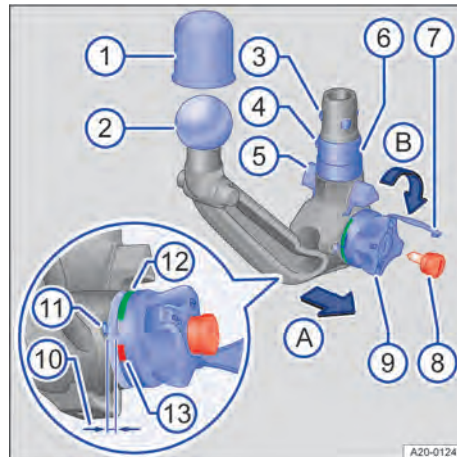

Abb. 167 Übersicht: Abnehmbare Anhängerkupplung.
4. Prüfen, ob die Aufnahme, das Handrad → Abb. 167 ⑨, der Schaft ⑥ und die Verriegelungskugeln ③ der Anhängerkupplung sauber und nicht beschädigt sind → ①. Gegebenenfalls reinigen.
1. Anhängerkupplung unterhalb des Kugelkopfs → Abb. 167 ② mit einer Hand greifen.
2. Schlossabdeckung → Abb. 167 ⑦ vom Schloss abnehmen und den Schlüssel ⑧ in das Schloss stecken.
3. Schlüssel → Abb. 167 ⑧ gegen den Uhrzeigersinn drehen.
4. Mit der anderen Hand das Handrad → Abb. 167 ⑨ in Pfeilrichtung A herausziehen und in dieser Stellung festhalten → ▲.
5. Handrad → Abb. 167 ⑨ bis zum Einrasten in Pfeilrichtung B drehen. Die Anhängerkupplung ist jetzt vorgespannt. Dabei muss die rote Markierung ⑬ vom Handrad zur weißen Markierung ⑪ an der Anhängerkupplung zeigen. Das Handrad steht deutlich sichtbar von der Anhängerkupplung ab. Es ist ein Spalt von etwa 4 mm vorhanden ⑩.
6. Prüfen, ob sich alle Verriegelungskugeln → Abb. 167 ③ vollständig in den Schaft ⑥ der Anhängerkupplung eindrücken lassen.
2. Anhängerkupplung kräftig nach oben drücken, bis sie einrastet. Beide Zentrierungen → Abb. 167 ⑤ müssen in die Aufnahmen am Fahrzeug greifen.
3. Das Handrad → Abb. 167 ⑨ befindet sich jetzt in seiner Ursprungsposition. Es ist kein Spalt mehr zwischen Handrad und Anhängerkupplung vorhanden.
4. Schlüssel → Abb. 167 ⑧ im Handrad im Uhrzeigersinn drehen und abziehen.
5. Das Handrad → Abb. 167 ⑨ darf sich jetzt nicht mehr herausziehen lassen.
6. Schlossabdeckung → Abb. 167 ⑦ auf das Schloss stecken und den Schlüssel in der Staubbox unterbringen.
1. Die grüne Markierung → Abb. 167 ⑫ am Handrad zeigt zur weißen Markierung ⑪ an der Anhängerkupplung.
2. Das Handrad → Abb. 167 ⑨ muss an der Anhängerkupplung anliegen und es darf kein Spalt vorhanden sein.
3. Anhängerkupplung → Abb. 167 kräftig nach unten rütteln oder ziehen. Er muss fest in der Aufnahme sitzen → ▲.
4. Das Schloss muss abgeschlossen und der Schlüssel → Abb. 167 ⑧ abgezogen sein.
5. Die Schlossabdeckung → Abb. 167 ⑦ muss das Schloss im Handrad verdecken.
- Benutzen Sie niemals die Anhängervorrichtung, wenn der kleinste Durchmesser der Kugel → Abb. 167 ② kleiner als 49 mm (1,9 in) ist.